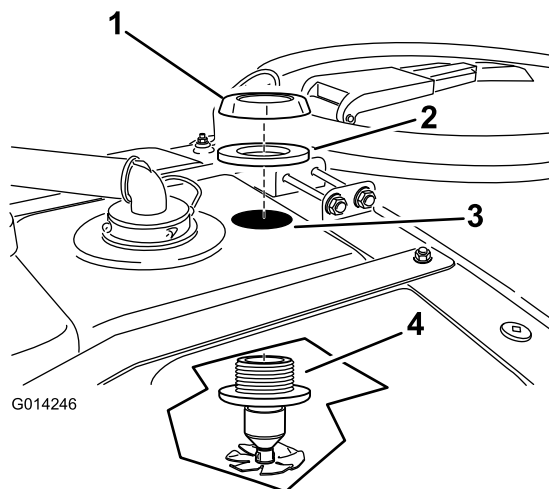

Рисунок 15
2. Установите сопло в сборе в просверленное отверстие (Рисунок 15).
3. Установите прокладку и пластиковую фланцевую гайку на открытую резьбу переходного штуцера в верхней части бака (Рисунок 15).